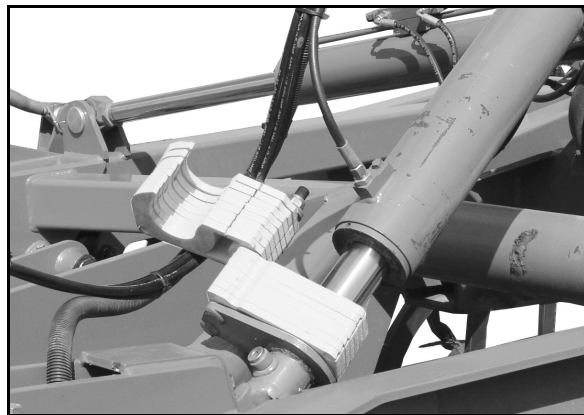

Fig. 48
- med hydraulikcylinderen til transporthjulene (Fig. 48),